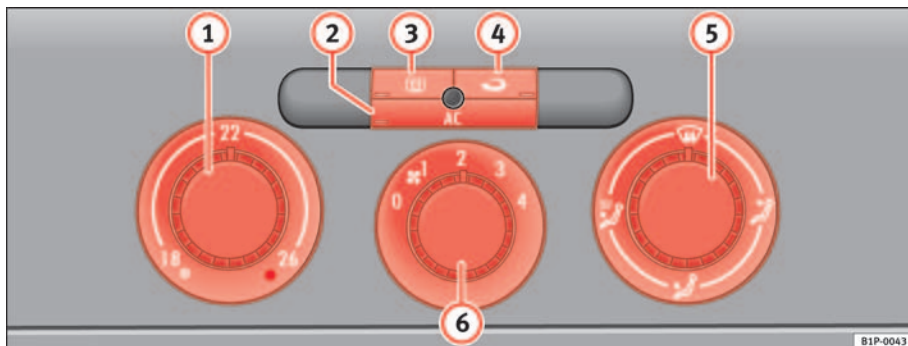

Abb. 108 In der Instrumententafel: Bedienelemente der Climatic
- Drehen Sie den Temperaturregler ⇒ Abb. 108 ① nach rechts bis zur gewünschten Heizleistung.